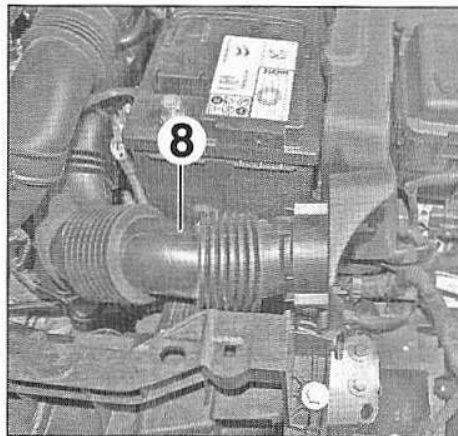

FIG.43
- Déposer le conduit d'air (8) (Fig.43).